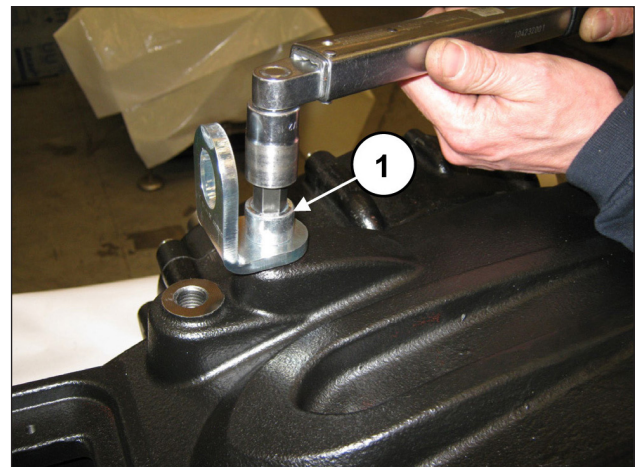

Fig. 95
Aplique as tampas e os suportes de elevação mediante os parafusos especiais M16x30 (pos. ①, Fig. 95).